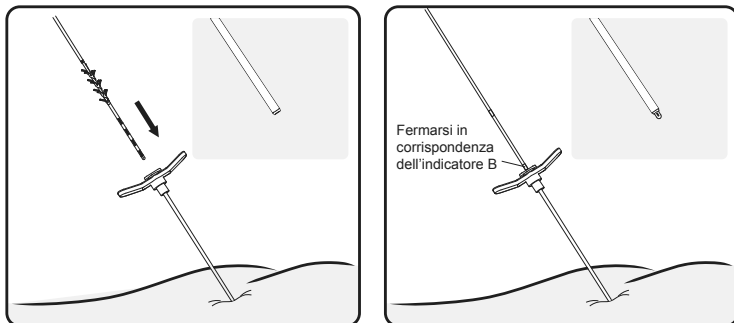

Figura 13. Inserimento dell'elettrocattero nell'introduttore
8. Inserire con attenzione l'elettrocateretere (insieme allo stiletto) nell'introduttore fino ad allineare l'indicatore visivo B sull'elettrocateretere alla parte superiore del manico dell'introduttore. Confermare fluoroscopicamente che tutti gli elettrodi dell'elettrocateretere siano situati prossimalmente all'estremità distale dell'introduttore (**Figura 13**).